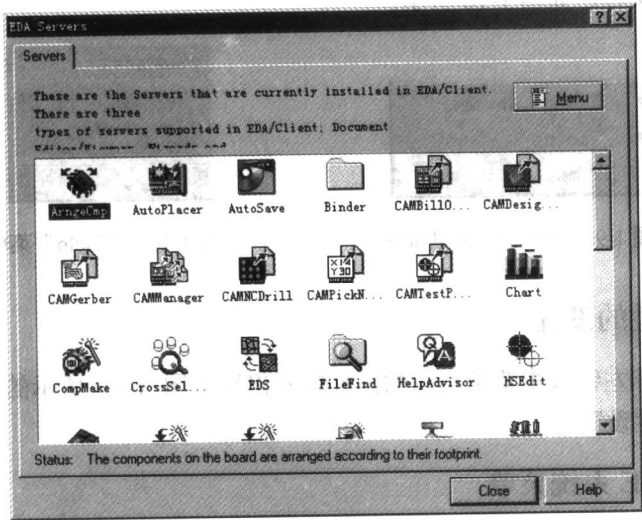

图 1-12 “EDA Servers (服务器设置)”对话框
- “Servers” 命令。它是 Protel 99 SE 的服务器设置编辑器。它管理着 Protel 99 SE 的所有服务器，包括安装、打开、停止、移走、设置安全性、属性以及观察角度等。点击该项会出现如图 1-12 所示对话框。在图 1-12 中，先使用鼠标选定服务器，然后用